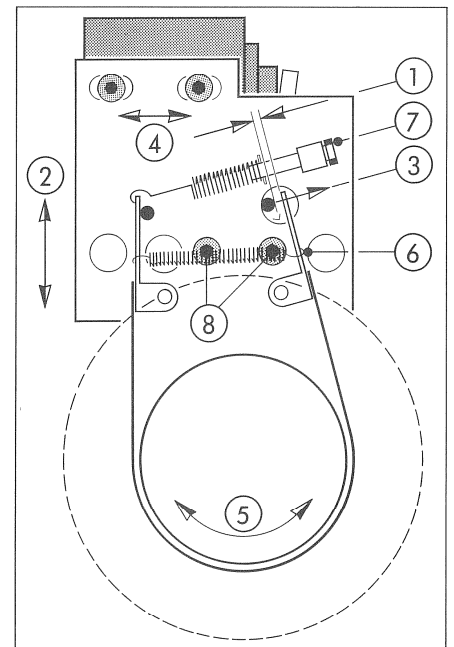

Fig. 4.1
Mechanische Bremsen (Fig. 4.1)
Mechanical brakes (fig. 4.1)
4. Bremszug-Einstellung in Aufwickel-Richtung (schwache Bremsung): Leerspule mit 2 bis 3 m Band oder Schnur in Gegenbetriebslage auf Bandadapter auflegen. Feederwaage (0 ... 500 gr) am Bandanfang einhängen und zur Messung kontinuierlich vorziehen. Durch Umhängen der Feder (6) wird der in Tabelle 4.3 angegebene Bremszug eingestellt.
5. Bremszug-Einstellung in Abwickel-Richtung (starke Bremsung): Leerspule mit 2 bis 3 m Band oder Schnur in Betriebslage auf Bandadapter legen. Feederwaage (0 ... 500 gr) am Bandanfang einhängen und zur Messung kontinuierlich vorziehen. Mit Schraube (7) wird der in Tabelle 4.3 angegebene Bremszug eingestellt. Nach der Justierung des Federzuges soll der Haken am Ende der Feder horizontal stehen, siehe Fig. 4.1.
4. Brake tension setting in take-up direction (low braking force): Place empty reel containing 2 – 3 m of tape or string in reverse operating direction on tape adaptor. Suspend spring balance (0 ... 500 g) at leading tape end and continuously pull to measure the tension. The nominal value given in table 4.3 is obtained by changing the position of spring (6).
5. Brake tension setting in supply direction (strong braking force): Place empty reel containing 2 – 3 m of tape or string in operating direction on tape adaptor. Suspend spring balance (0 ... 500 g) at leading tape end and continuously pull to measure the tension. The nominal value given in table 4.3 is obtained by turning spring screw (7). After adjusting the spring tension, the hook at the end of the spring should be in horizontal position (see Fig. 4.1).